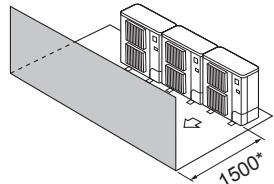

Fig. 2-11
③ Εμπόδια στην μπροστινή πλευρά μόνο (Fig. 2-11)